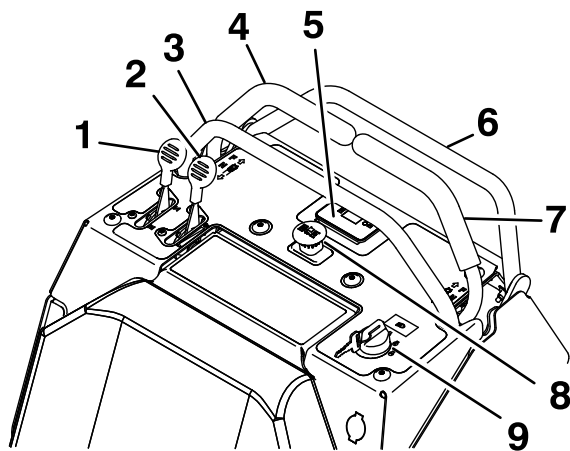
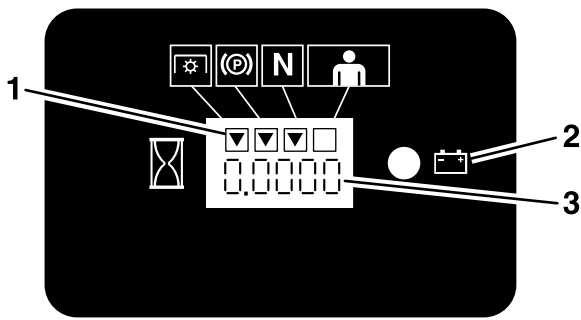

Figura 6
Figura 8
Situado en el lado izquierdo de la consola de control (Figura 6).
**Nota:** El indicador LCD aparece en la pantalla de mensajes de la consola delantera cuando el freno de estacionamiento está puesto (Figura 6 y Figura 8).
Situado en el lado derecho de la consola de control (Figura 6).
Situado en el centro de la consola de control delantero en la pantalla de mensajes (Figura 8).
Situado en el centro de la consola de control por debajo del horímetro (Figura 6).
El indicador LCD desaparece cuando se engrana el mando de la TDF (Figura 8).